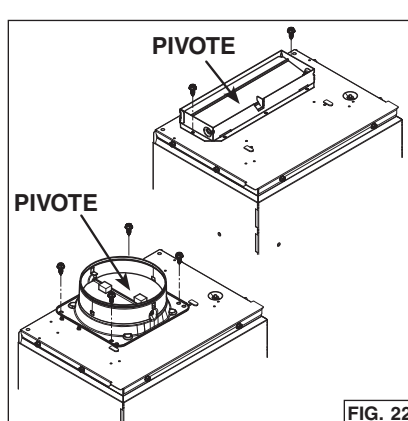

FIG. 22
10. Para un conducto rectangular, use 2 tornillos para metales n.º 8-18 x 1/4 pulg. (incluidos) para fijar el adaptador/compuerta de 3/4 pulg. x 10 pulg. (incluido) en la parte superior del aparato, sobre el orificio de salida del ventilador (FIG. 22).
Para un conducto redondo, use 4 tornillos para metales n.º 8-18 x 1/4 pulg. (incluidos) para fijar el adaptador/compuerta de 6 pulg. redondo o 8 pulg. (incluidos) en la parte superior del aparato, sobre el orificio de salida del ventilador (FIG. 22, 6 pulg. redondo ilustrado).